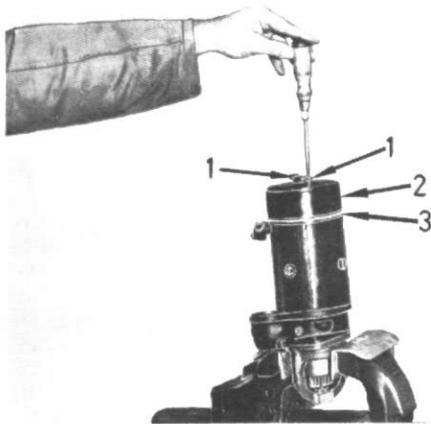

Figure 10
Enlevez les boulons (1), fig. 10, le couvercle (2) et le joint torique (3).